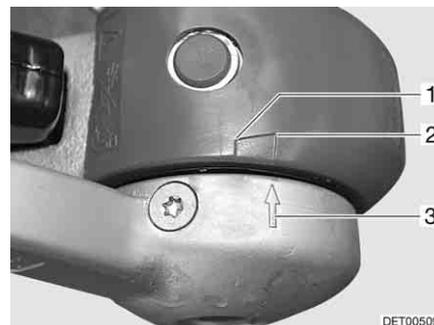

Fig. 210 Forros de fricción
- Cuando la flecha de la arandela de presión (Fig. 210,3) se encuentra delante o en la superficie de marcación (Fig. 210,2) los forros de fricción están todavía nuevos.
- Cuando la flecha de la arandela de presión se encuentra dentro de la superficie de marcación (Fig. 210,1 a 2), los forros de fricción están ligeramente desgastados.
- Cuando la flecha de la arandela de presión se encuentra al final de la superficie de marcación (Fig. 210,1) a la sobrepasa, los forros de fricción están desgastados.